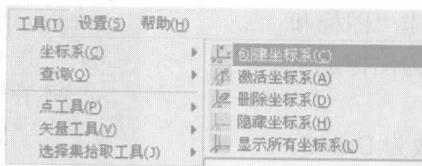

图 1-2 创建坐标系
1) 单击[工具]→[坐标系]→[创建坐标系]，在立即菜单中选择“三点”，如图 1-2 所示。